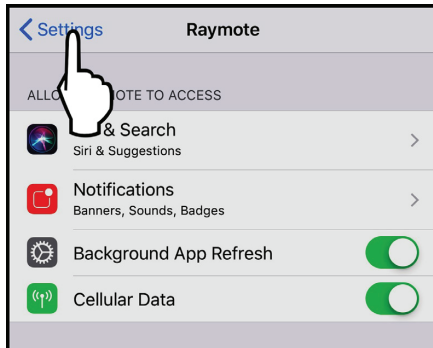

Figure 92. Sélectionnez menu "Settings"
5. Appuyez sur Paramètres pour afficher le menu des paramètres, voir **Figure 92**.